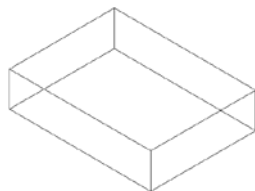
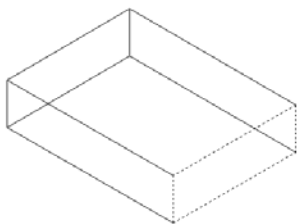
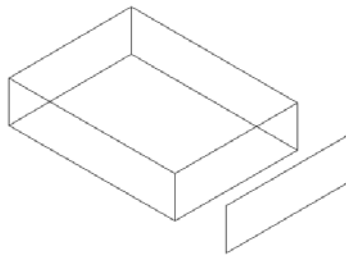

图 11.67 原图
图 11.71 选择复制面
图 11.72 复制面
- (1) 启动 AutoCAD 2012, 绘制如图 11.67 所示的图形。
(1) 启动 AutoCAD 2012, 绘制如图 11.67 所示的图形。
(2) 选择【修改】/【实体编辑】/【复制面】命令。
(3) 选择复制面, 如图 11.71 所示, 并按回车键。
(4) 选择合适的位移即可。
(5) 命令行提示“【拉伸(E)/移动(M)/旋转(R)/偏移(O)/倾斜(T)/删除(D)/复制(C)/颜色(L)/材质(A)/放弃(U)/退出(X)】<退出>:”按回车键。
(6) 命令行提示“输入实体编辑选项【面(F)/边(E)/体(B)/放弃(U)/退出(X)】<退出>按回车键, 复制后的效果如图 11.72 所示。